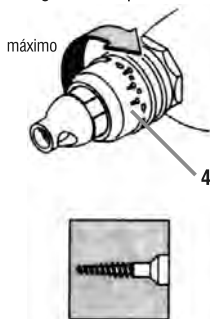

fig. 3 - regulagem para que o parafuso entre mais no material
Para que o parafuso entre mais no material gire o regulador de profundidade (4) no sentido anti-horário conforme fig. 3.